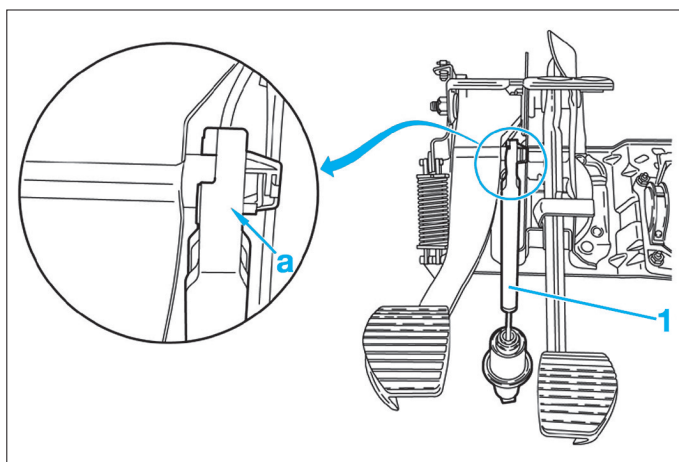

Fig. 5
- Désaccoupler la rotule du cylindre émetteur d'embrayage (1) en (a) (Fig.5).